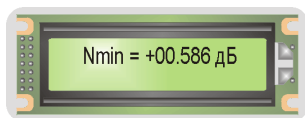

Рис. 5.2. Вид ЖКИ БУК при вводе значения порогового ослабления.
5.4. Ввести пароль «67294», при этом на ЖКИ откроется окно для ввода значения $N_{\text{пор}}$, при этом мигающий курсор указывает разряд числа, который редактируется при очередном нажатии цифровой кнопки (рис. 5.2).